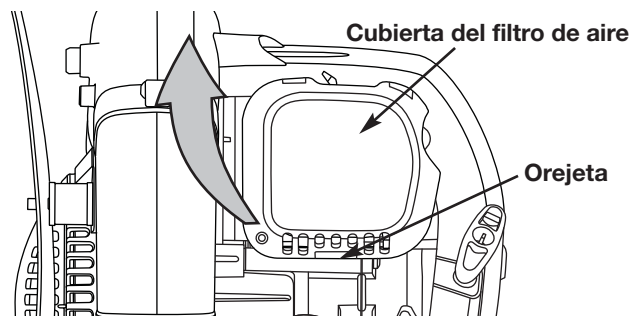

Fig. 23
1. Abra la cubierta del filtro de aire. Empuje hacia adentro la orejeta del lado derecho de la cubierta, y extraiga la cubierta del filtro de aire hacia afuera y hacia la izquierda (Fig. 23).
- Vuelva a instalar la cubierta del filtro de aire. Coloque los ganchos del lado derecha de la cubierta del filtro de aire en las ranuras del lado derecha de la placa posterior (Figs. 23 y 24).